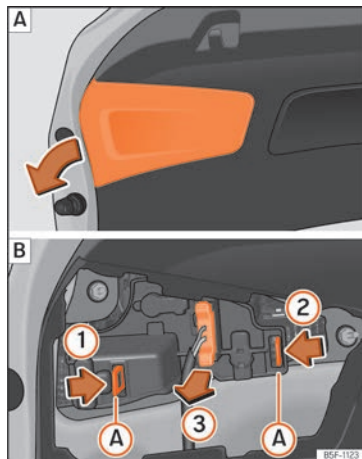

Abb. 117 Abdeckung der Heckklappe entfernen und Lampenträger ausbauen.
- Nehmen Sie die Abdeckung der Heckklappe in Pfeilrichtung ab »» **Abb. 117 [A]**.
- Entriegeln Sie die Befestigungslaschen (A) des Lampenträgers in Pfeilrichtung (1) und (2) »» **Abb. 117 [B]**.
- Ziehen Sie den Lampenträger in Pfeilrichtung heraus (3) »» **Abb. 117 [B]**.
- Bauen Sie den Lampenträger ein und achten Sie darauf, dass die Halteclips (A) »» **Abb. 117 [B]** richtig befestigt sind.